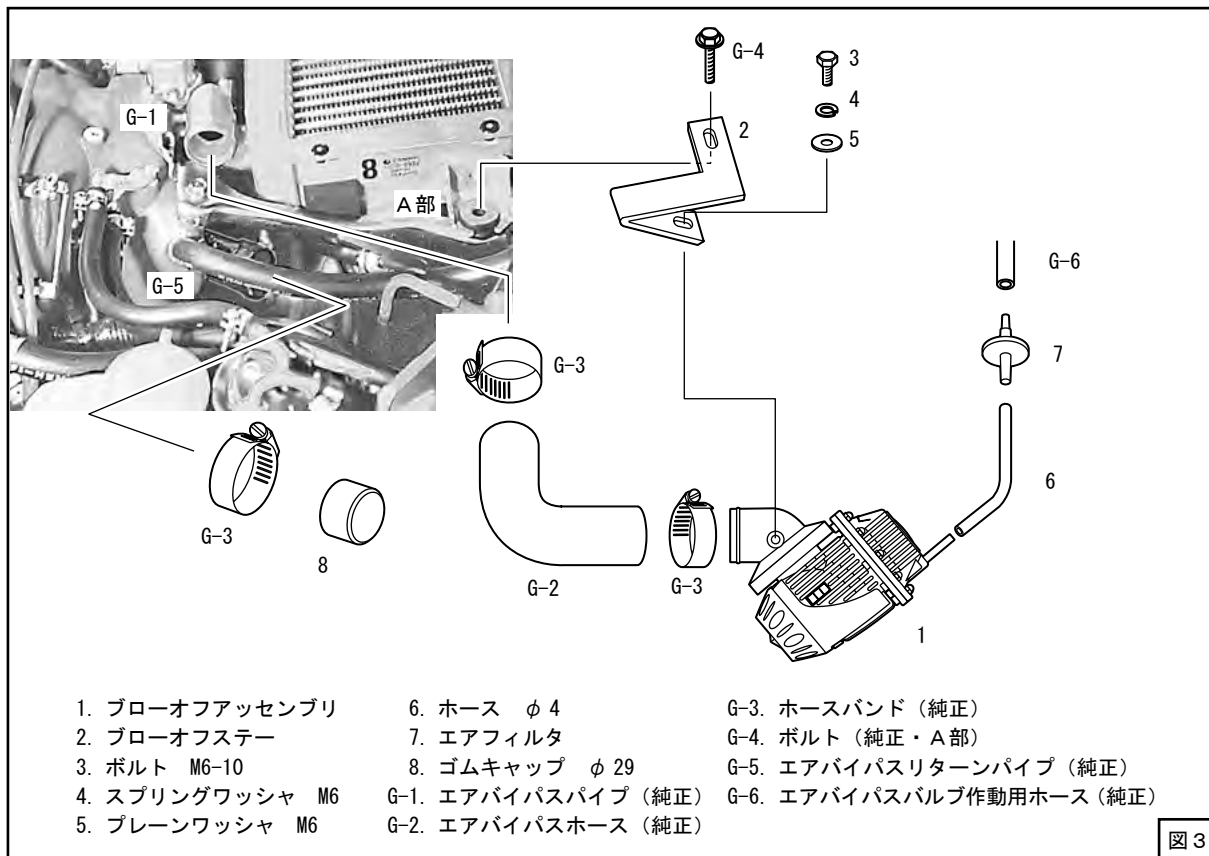
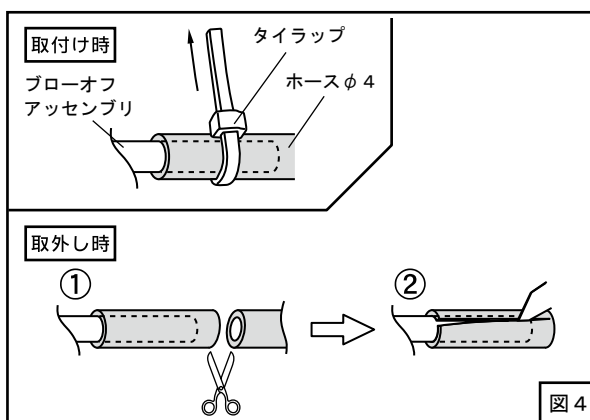

図3
図4
- (1) ブローオフスターをブローオフアッセンブリのボス部に仮付けしてください。(図3)
- (2) エアバイパスリターンパイプ(純正)にゴムキャップ φ29を取付けてください。(ホースバンド純正再使用)(図3)
- (3) ブローオフアッセンブリとエアバイパスホース(純正)をエアバイパスパイプ(純正)に仮付けしてください。(図3)
- (4) ブローオフスターをA部に仮付けしてください。(ボルト純正再使用)(図3)
ホース φ4は適当な長さに(ある程度余裕を持たせて)切って使用してください。(図1、図3)
- (6) ブローオフアッセンブリのニップル部に取付けたホース φ4をタイラップで縛り、固定してください。(図3、図4)
ブローオフアッセンブリを取外す時など、ホースφ4をブローオフアッセンブリから抜く際は、タイラップを外した後、一度ホースφ4を切断し切り込みを入れてから取外してください。(図4)